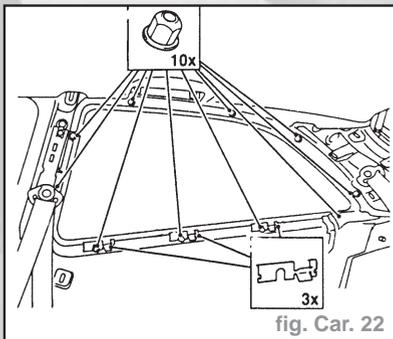

fig. Car. 22
- Déposer le revêtement intérieur montant C, le revêtement intérieur panneau latéral avant, la garniture intérieure du montant B en haut, le revêtement intérieur latéral du compartiment de chargement et la vitre du panneau latéral. (fig. Car. 22).